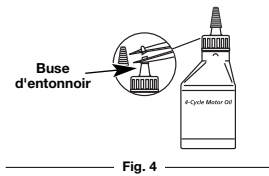

Fig. 4
Votre appareil est livré avec une bouteille d'huile SAE 30 SF, SG, SH de 90 ml (3,04 oz) (Fig. 4).
1. Dévissez le bouchon de la bouteille d'huile et retirez le papier couvrant l'ouverture. Remplacez le bouchon. Coupez la pointe de la buse de l'entonnoir (Fig. 4).